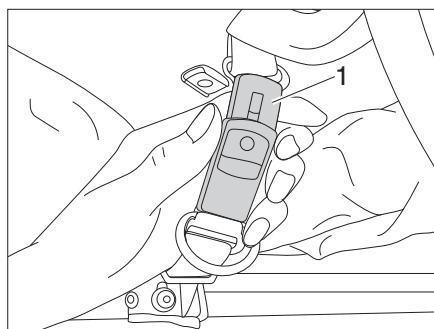

Fig. 48 Ouvrir la sangle de sécurité
- Ouvrir les sangles de sécurité (Figure 48,1).